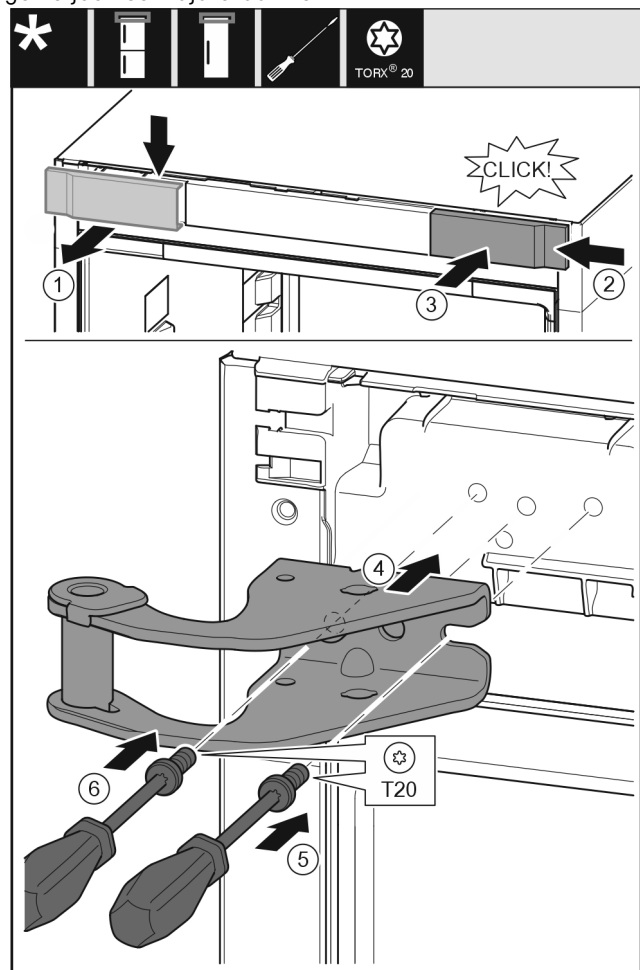

Fig. 31
- ▶ Võtke kate ülaltpoolt ettepoole ära. Fig. 31 (1)
- ▶ Haakige kate 180° pööratult teisel küljel paremalt külge. Fig. 31 (2)
- ▶ Fikseerige kate. Fig. 31 (3)
- ▶ Pange ülemine laagripukk kohale. Fig. 31 (4)
- ▶ Pange kruvi kruvikeerajaga T20 kohale ja keerake kinni. Fig. 31 (5)
- ▶ Pange kruvi kruvikeerajaga T20 sisse ja keerake kinni. Fig. 31 (6)